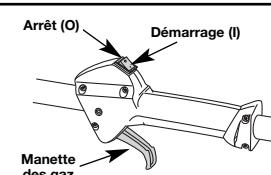

Fig. 8
- Appuyez sur la commande Marche/Arrêt Stop et maintenez-la en position ARRÊT (O) jusqu'à ce que le moteur s'arrête complètement (Fig. 8).